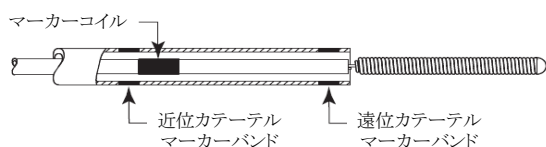

図 1
- 8) コイルデリバリープッシャーのマーカークoil(位置決め用マーカークoil)がマイクロカテーテルの近位カテーテルマーカークoilを越える位置まで進める。(図 1 参照)。